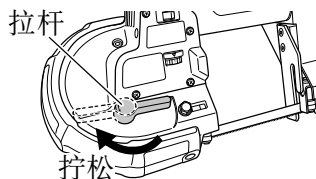
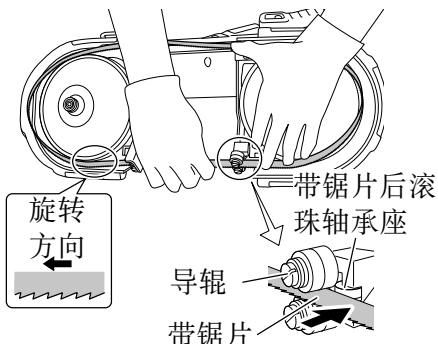

图 14
图 15
- (1) 按图中所示方向松开拉杆。(图 14)
- (2) 请仔细留意带锯片的转向和朝向(如图), 然后将带锯片放在导辊上, 安装带锯片, 直至与带锯片后滚珠轴承座接触为止。
- (3) 使带锯片处于不会松动的适当位置, 然后将其安放至锯片滑轮中。(图 15)
- (2) 先从滑轮护罩 (C) 上拆下带锯片 (图中的①), 然后从锯片滑轮 (A) 和锯片滑轮 (B) 上拆下, 最后从导辊部分 (图中的②) 将其彻底拆下。